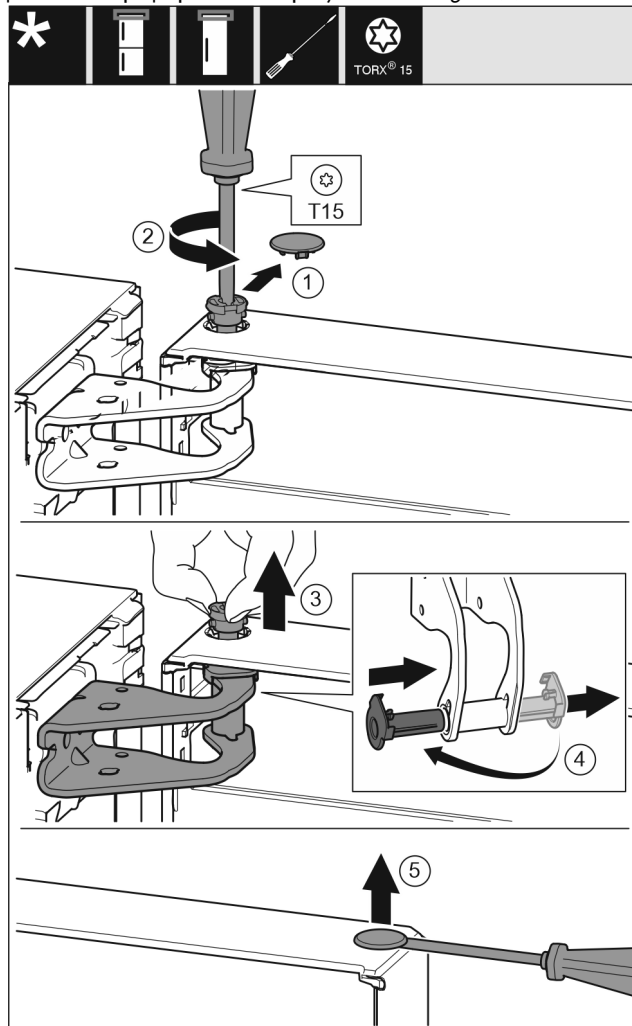

Fig. 9
- ▶ Τραβήξτε προσεκτικά το κάλυμμα ασφάλισης. Fig. 9 (1)
- ▶ Ξεβιδώστε λίγο τον πείρο με κατσαβίδι T15. Fig. 9 (2)
- ▶ Συγκρατήστε την πόρτα και τραβήξτε έξω τον πείρο με τα δάκτυλα. Fig. 9 (3)
- ▶ Τραβήξτε το κουζινέτο από τον οδηγό. Τοποθετήστε το στην άλλη πλευρά και κουμπώστε το. Fig. 9 (4)
- ▶ Ανασηκώστε προσεκτικά και τραβήξτε έξω την τάπα από το κουζινέτο της πόρτας με ένα ίσιο κατσαβίδι. Fig. 9 (5)